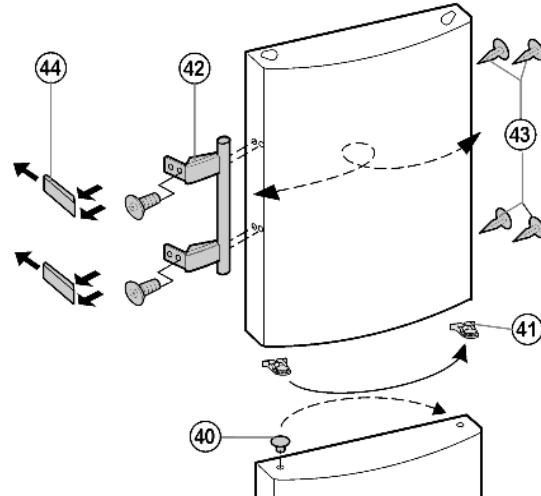

Fig. 9
- Выведите из фиксатора верхней дверцы пружинный зажим Fig. 9 (41) и переставьте его на новую сторону шарнира.
- Извлеките пробку Fig. 9 (40) из опорной втулки дверцы и переставьте.
- Снимите и переставьте на противоположную сторону дверную ручку Fig. 9 (42), пробку Fig. 9 (43) и прижимные пластины Fig. 9 (44).